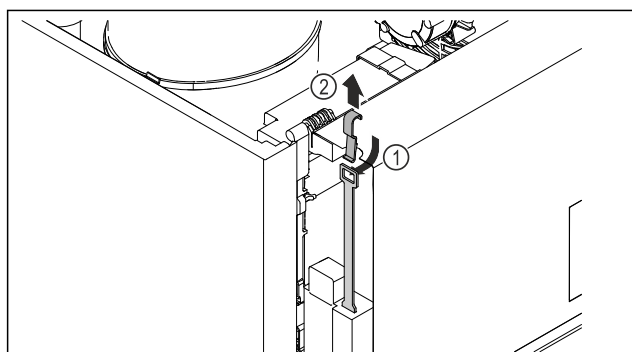

Fig. 209
- Introducir la llave de desbloqueo de emergencia desde arriba Fig. 209 (1), engancharla a la cerradura y tirar de ella hacia arriba Fig. 209 (2).